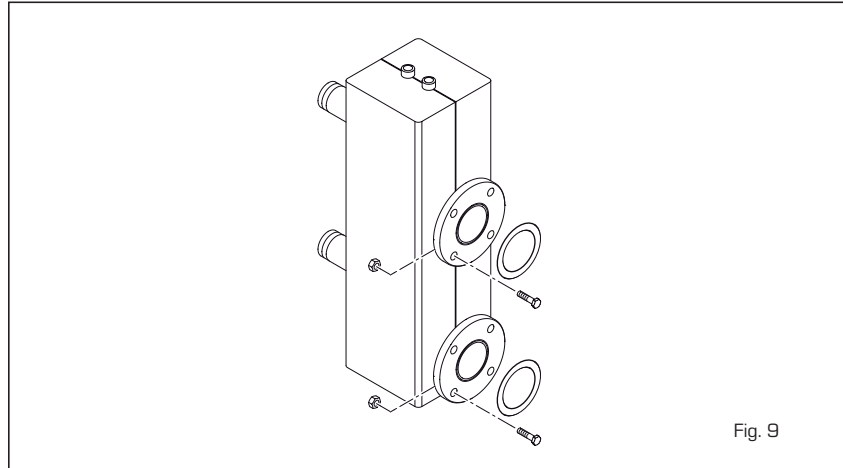

Fig. 9
El separador hidráulico viene suministrado a parte en un kit cód. 8101550 completo de juntas, tuercas y tornillos de fijación (fig. 9). El montaje del separador hidráulico es obligatorio para los módulos **100-150 BOX (M)**.